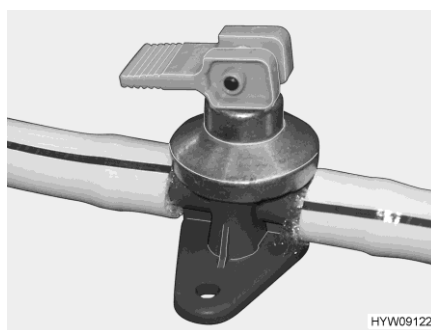
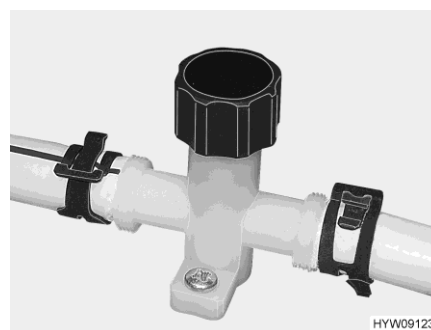

Bild 103 Avtappningsventil (varmvattenberedare)
Bild 104 Avtappningsventil (vattenledning)
- Öppna alla avtappningskranar (Bild 103 resp. Bild 104). Monteringsställe, se avsnitt 10.2.2.